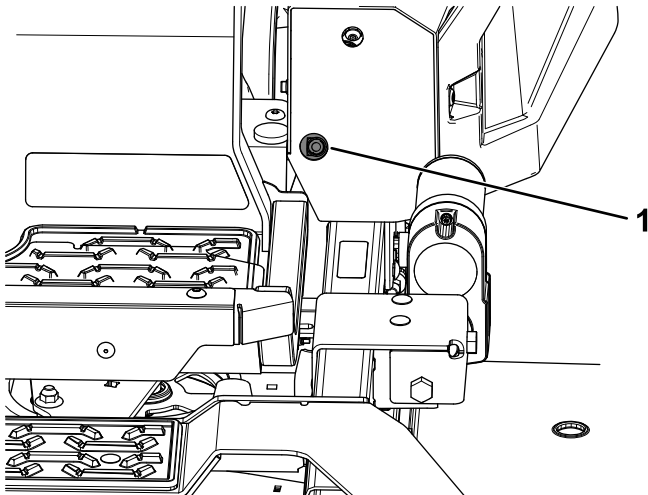
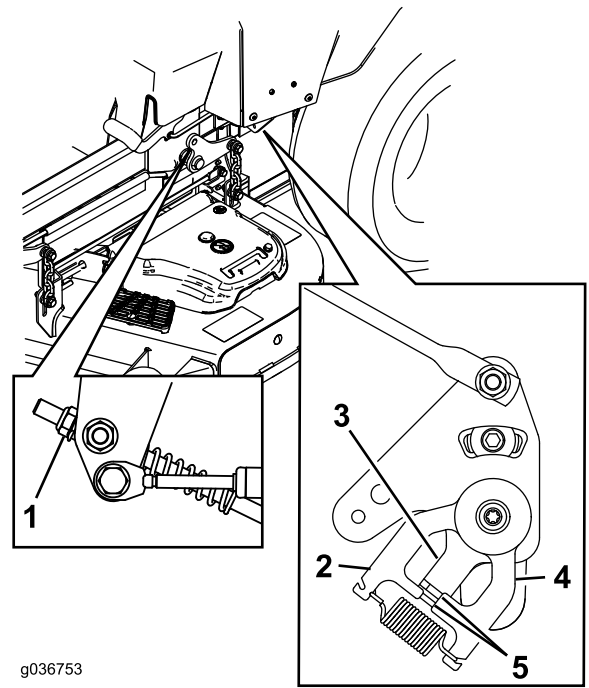

Figure 79
Figure 80
11. Réglez la longueur des tiges de pompes en tournant l'écrou dans le sens voulu jusqu'à ce que les roues tournent légèrement en marche arrière (Figure 79 et Figure 80).